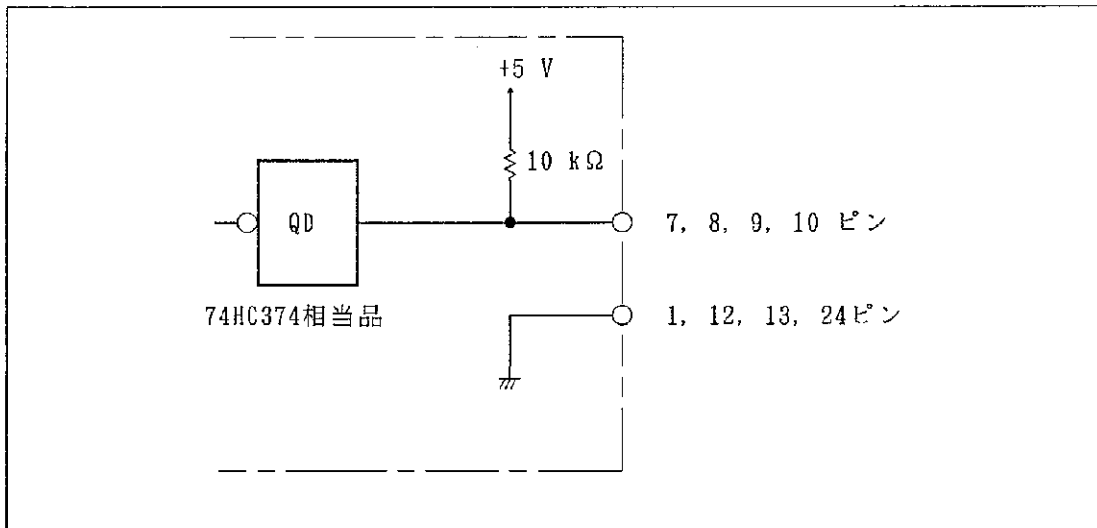

図7-4 *RCA, *RCB, *RCC, *RCD, *STROBE信号の入力回路
*RCA, *RCB, *RCC, *RCD, *STROBE信号の入力回路を〔図7-4〕に示します。